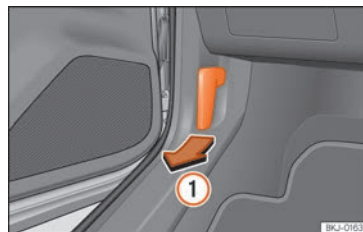

Fig. 11 Palanca de desbloqueo en el espacio reposapiés del conductor.
• Abra la puerta y tire de la palanca que hay debajo del tablero de instrumentos »» fig. 11 ①.